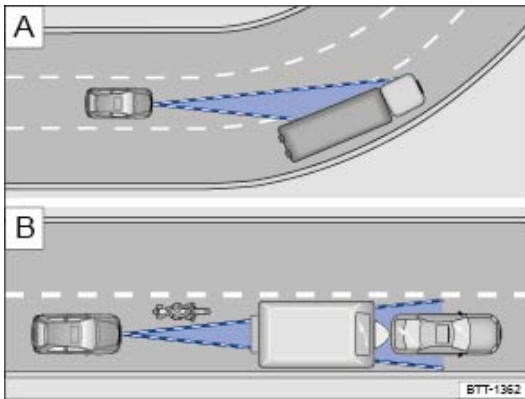

Fig. 119 Virages. véhicules vous précédant, mais en dehors de la zone d'action du capteur à radar
Le capteur à radar scanne uniquement la zone située droit devant le véhicule. Par conséquent, il est possible que des véhicules dans les virages serrés soient détectés par erreur ou que les véhicules précédents ne soient pas détectés ⇒ Fig. 119 .
- Véhicules se trouvant en dehors de la portée du capteur et se déplaçant à faible distance de votre véhicule, par. ex. les motos ⇒ Fig. 119 .